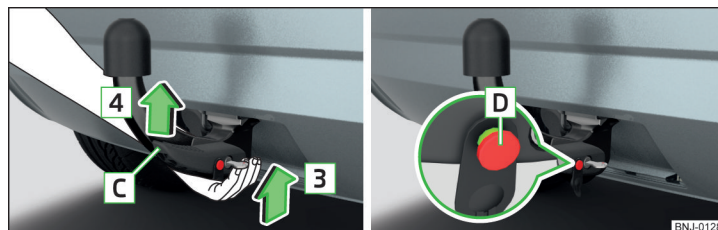

Fig. 155 Introducerea tijei cuplei sferice/bolț de eliberare în poziție desfășurată
► Prindeți tija cuplei **de jos** » fig. 155 și introduceți-o în locașul de fixare în sensul săgeții **3** până când se fixează cu zgomot » **!**.